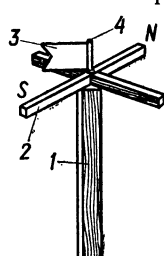

Рис. 160. Модель флюгера.
1. **Модель флюгера** (рис. 160). Флюгер состоит из деревянного бруска 1, к торцу которого прикреплена крестовина 2 с прибитыми к ней жестяными буквами *N* и *S*.